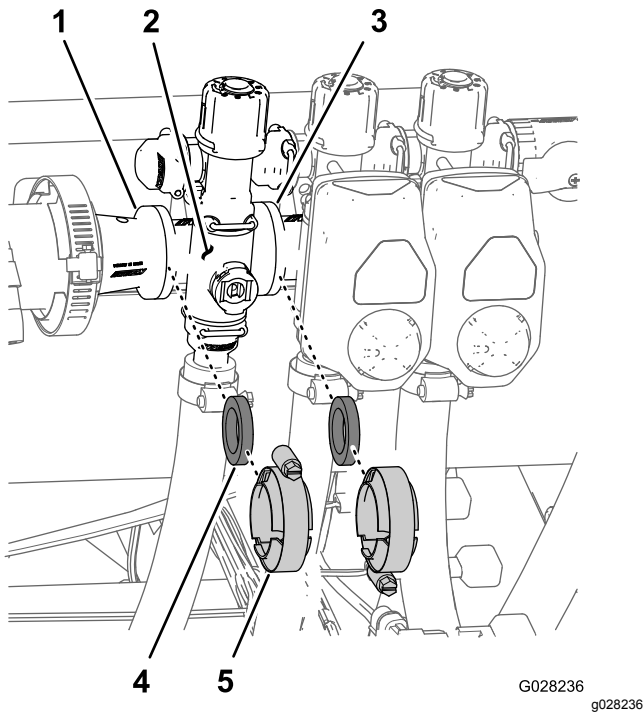

図 104
1. 図 104のように、個別ブームバルブのマニホールドを隣接する個別ブームバルブ左ブームの場合はリデューサカップリングに固定しているクランプとガスケットを外す。